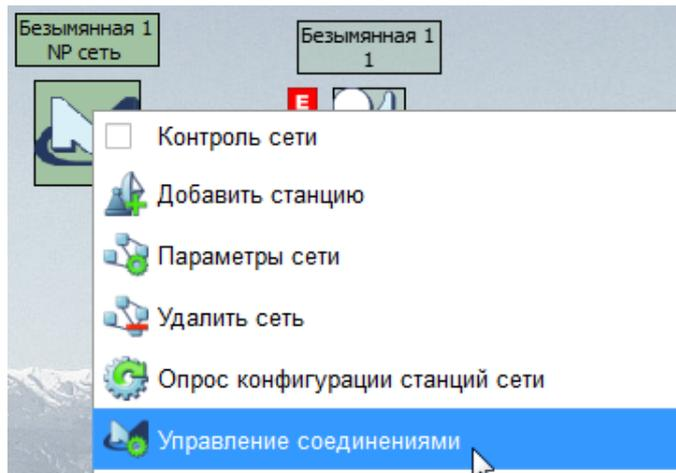

Рис. 45
4.2.8.3. Настройка связей между станциями сети и менеджером NP проводится с использованием диалогового окна "Управление соединениями", доступного из соответствующего пункта контекстного меню менеджера NP, как показано на рис. 45.